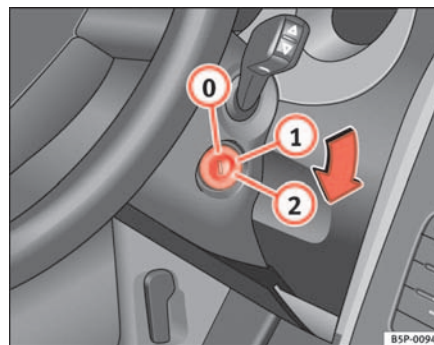

Abb. 113 Stellungen des Zündschlüssels
In dieser Stellung ⇒ Abb. 113 sind die Zündung und der Motor ausgeschaltet und die Lenkung kann gesperrt werden.
- Drehen Sie den Zündschlüssel in Stellung ⇒ Seite 155, Abb. 113 ①. Beim Vorglühen des Motors leuchtet die Kontrollleuchte  auf.
- Wenn die Kontrollleuchte nicht (mehr) leuchtet, drehen Sie den Zündschlüssel in Stellung ② zum Anlassen des Motors – geben Sie kein Gas.
- Drehen Sie den Zündschlüssel in Stellung ⇒ Seite 155, Abb. 113 .